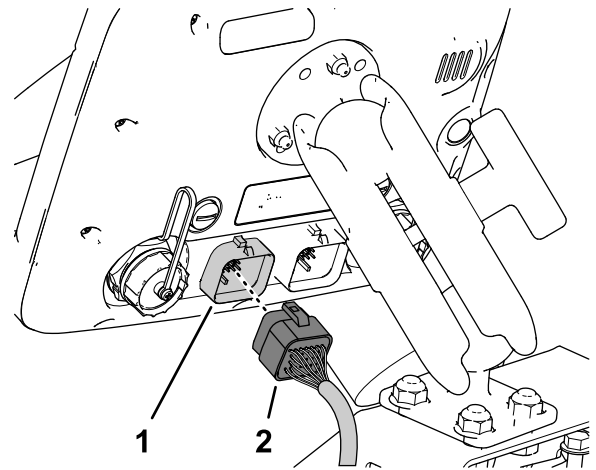

図 205
3. データ用ハーネスの 26 ソケットコネクタを、スプレーヤのモニタディスプレイの 26 ピンコネクタに接続する。コネクタ同士をしっかりと押し込んで確実にロックさせること 図 205。